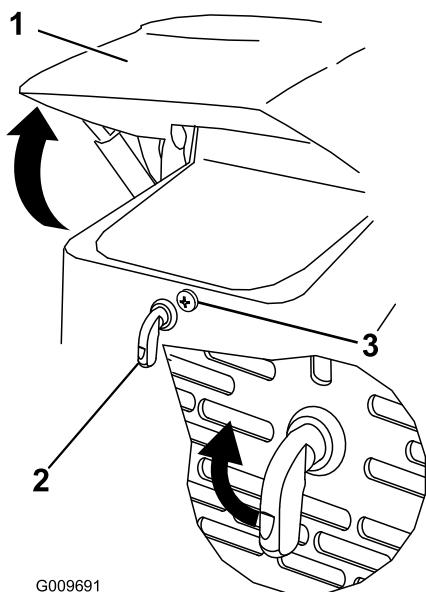

Figura 25
1. Allentate la vite di bloccaggio del cofano (Figura 25)
2. Girate il fermo del cofano in senso orario (Figura 25).
3. Ruotare il cofano verso l'alto (Figura 25).
3. Serrate la vite di bloccaggio del cofano per fissare il dispositivo di chiusura (Figura 25).